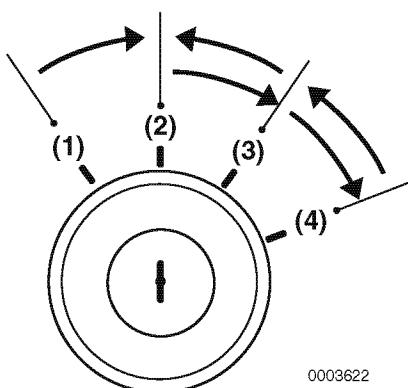

Figure 8
La posizione GLOW (**Figure 8, (1)**) è la posizione di avviamento ausiliario. Viene attivata l'alimentazione elettrica all'aerotermo (se presente).
La posizione START (**Figure 8, (4)**) consente il passaggio della corrente al motorino di avviamento. Quando si avvia il motore, mettere la chiave in posizione START e rilasciarla. La chiave si sposta automaticamente su ON.
Quando la chiave è in posizione OFF (**Figure 8, (2)**) la corrente elettrica non è attiva. In questa posizione la chiave può essere inserita o estratta.
La posizione ON (**Figure 8, (3)**) consente la trasmissione della corrente elettrica a comandi e apparecchiature e lascia il motore in funzione. Per spegnere il motore, tenere la chiave di accensione su ON e spingere il pulsante di arresto. Dopo avere arrestato il motore mettere la chiave in posizione OFF.